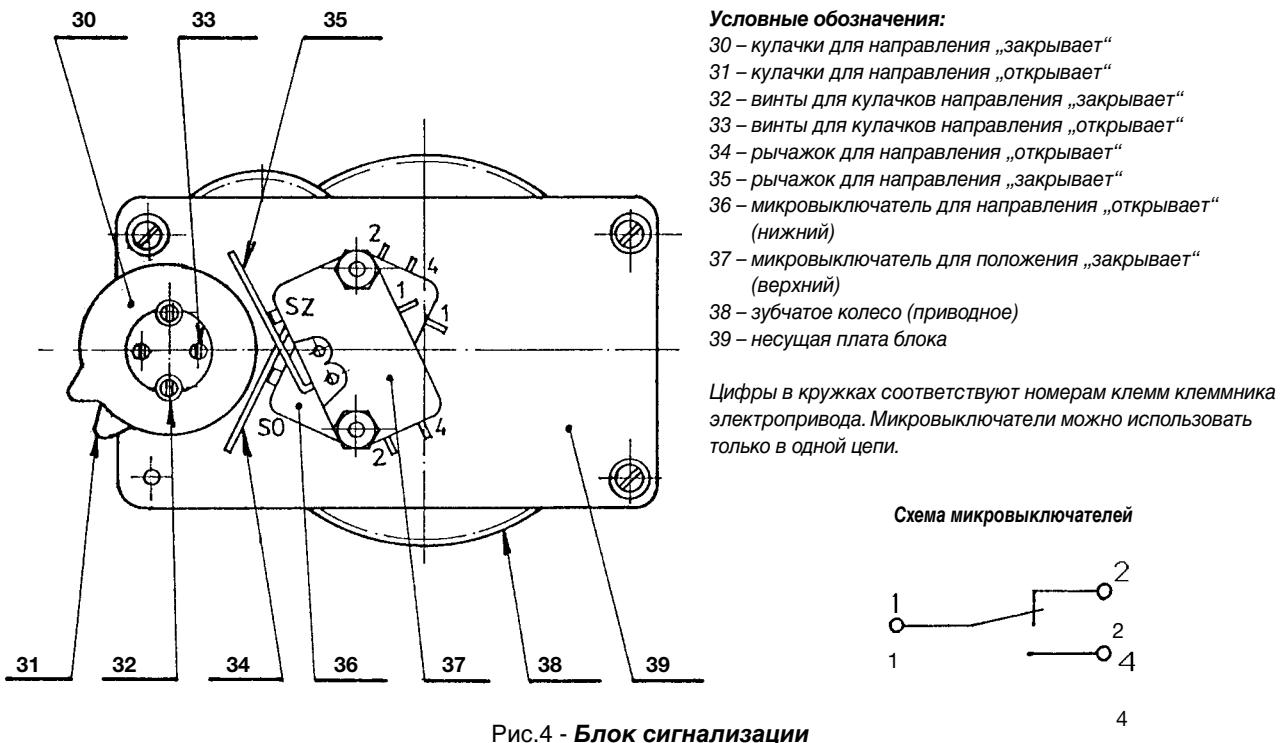

Рис.4 - Блок сигнализации
6) Блок сигнализации (рис.4)
- обеспечивает передачу электрического сигнала с целью сигнализации положения выходного вала электропривода. Привод блока осуществляется зубчатым колесом 38 от выходного вала через ступенчатый редуктор и кулачки 30, 31, управляющие микровыключателями 36 (SO) и 37 (SZ). Точку срабатывания выключателей сигнализации можно выбрать в любом месте рабочего хода электропривода, кроме узкой полосы в окрестности конечных положений (выключатель сигнализации должен срабатывать раньше выключателя положения или момента, пока выходной вал еще вращается). Верхний кулачок 37 предназначен для направления „закрывает“ и нижний 36 - для направления „открывает“.
положения. Расположение кулачков и микровыключателей блока дано на рис.4. Выступы кулачков 30 или 31 отклоняют рычажки 34 или 35, которые управляют микровыключателями SO 36, SZ 37. При регулировке выключателей сигнализации, выключателей положения и датчика положения всегда необходимо установить выходной вал электропривода в такое положение, в котором должно произойти переключение микровыключателей или в котором достигается требуемое положение датчика. При регулировке выключателей сигнализации следует сначала ослабить винты 32 (для SZ) или 33 (для SO) (рис.4). Затем поворачивается кулачок 30 или 31 в направлении стрелки вплоть до момента включения микровыключателя. В этом положении следует кулачки снова фиксировать путем затягивания стопорных винтов.